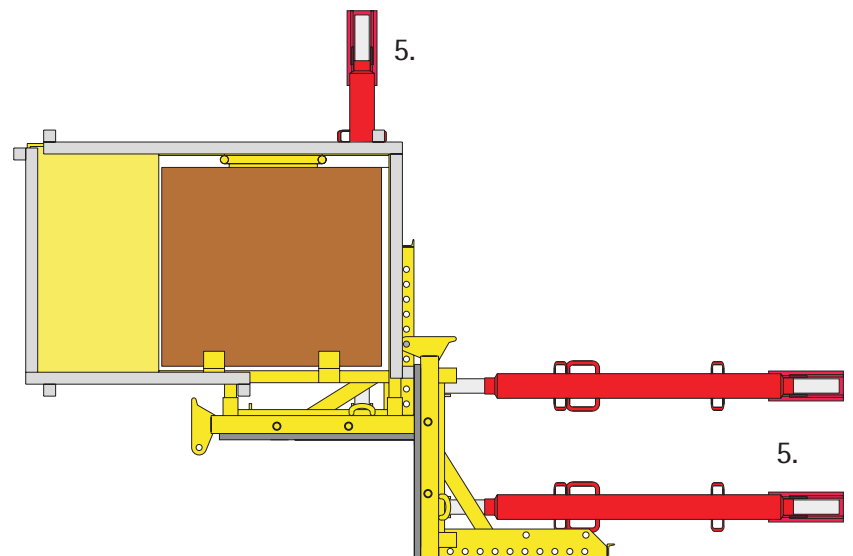

Abb.23
7. Krangehänge lösen (Abb. 23).